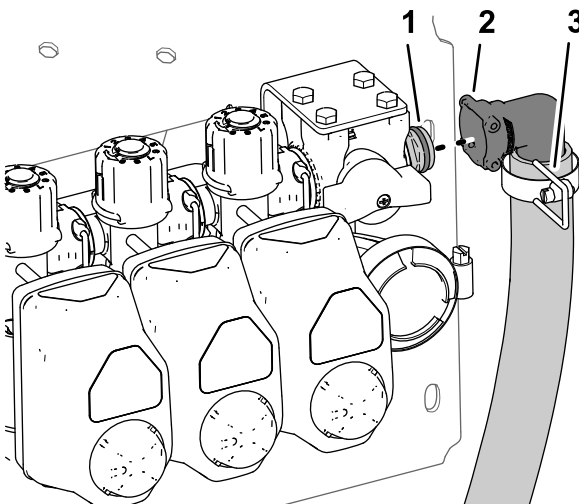

Figura 44
- Retire o retentor que prende a união estriada de 90° do tubo de distribuição à união de desligar rápido da válvula de distribuição na válvula da secção da rampa direita e separe as uniões do tubo e da válvula (Figura 44).